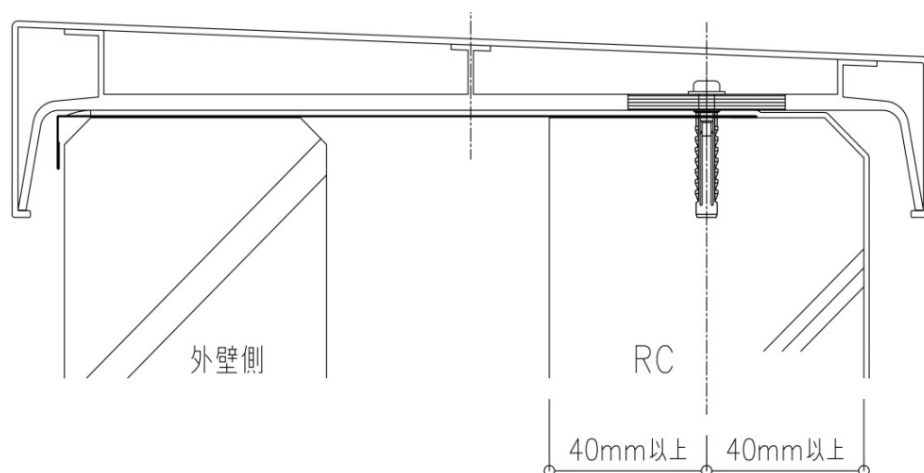

図3-1
- ・アンカーの縁あきは40mm以上を確保してください。（図3-1参照）